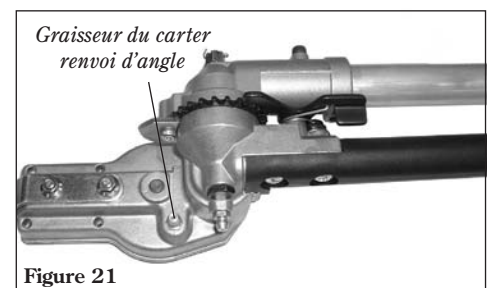

Figure 21
- À l'aide d'une pompe à graisse, lubrifier le carter renvoi d'angle de l'accessoire de coupe en y injectant à une ou deux reprises de la graisse à base de lithium. Voir Figure 21.